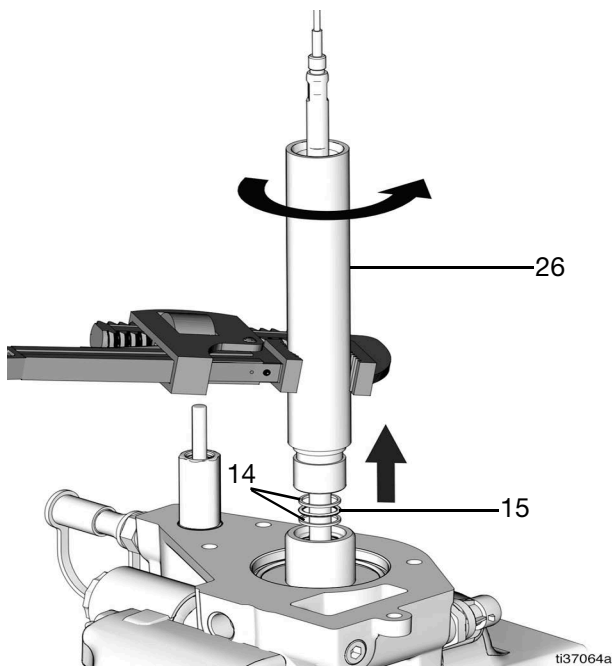

Рис. 45
28. Отвинтите и снимите расширительную трубу (26) с верхнего корпуса. Снимите два вспомогательных кольца (14) и уплотнительное кольцо (15) (Рис. 45).